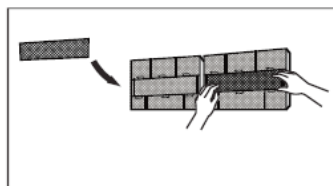

fig. 19 -
4. Scoateți filtrul de purificator de aer din spatele filtrului principal ("fig. 19 -") și curățați-l cu un aspirator